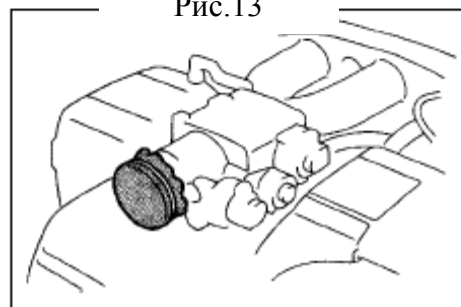

Рис.14
- (1) Не допускайте попадания стружки и инородных тел во впускной коллектор
- (2) При демонтаже или установке компонентов впускной системы двигателя, закрывайте отверстия на демонтированных деталях и на двигателе чистыми заглушками или резиновой лентой.(рис. 14)
- (3) При установке компонентов впускной системы, проверьте, чтобы в них не было металлической стружки.